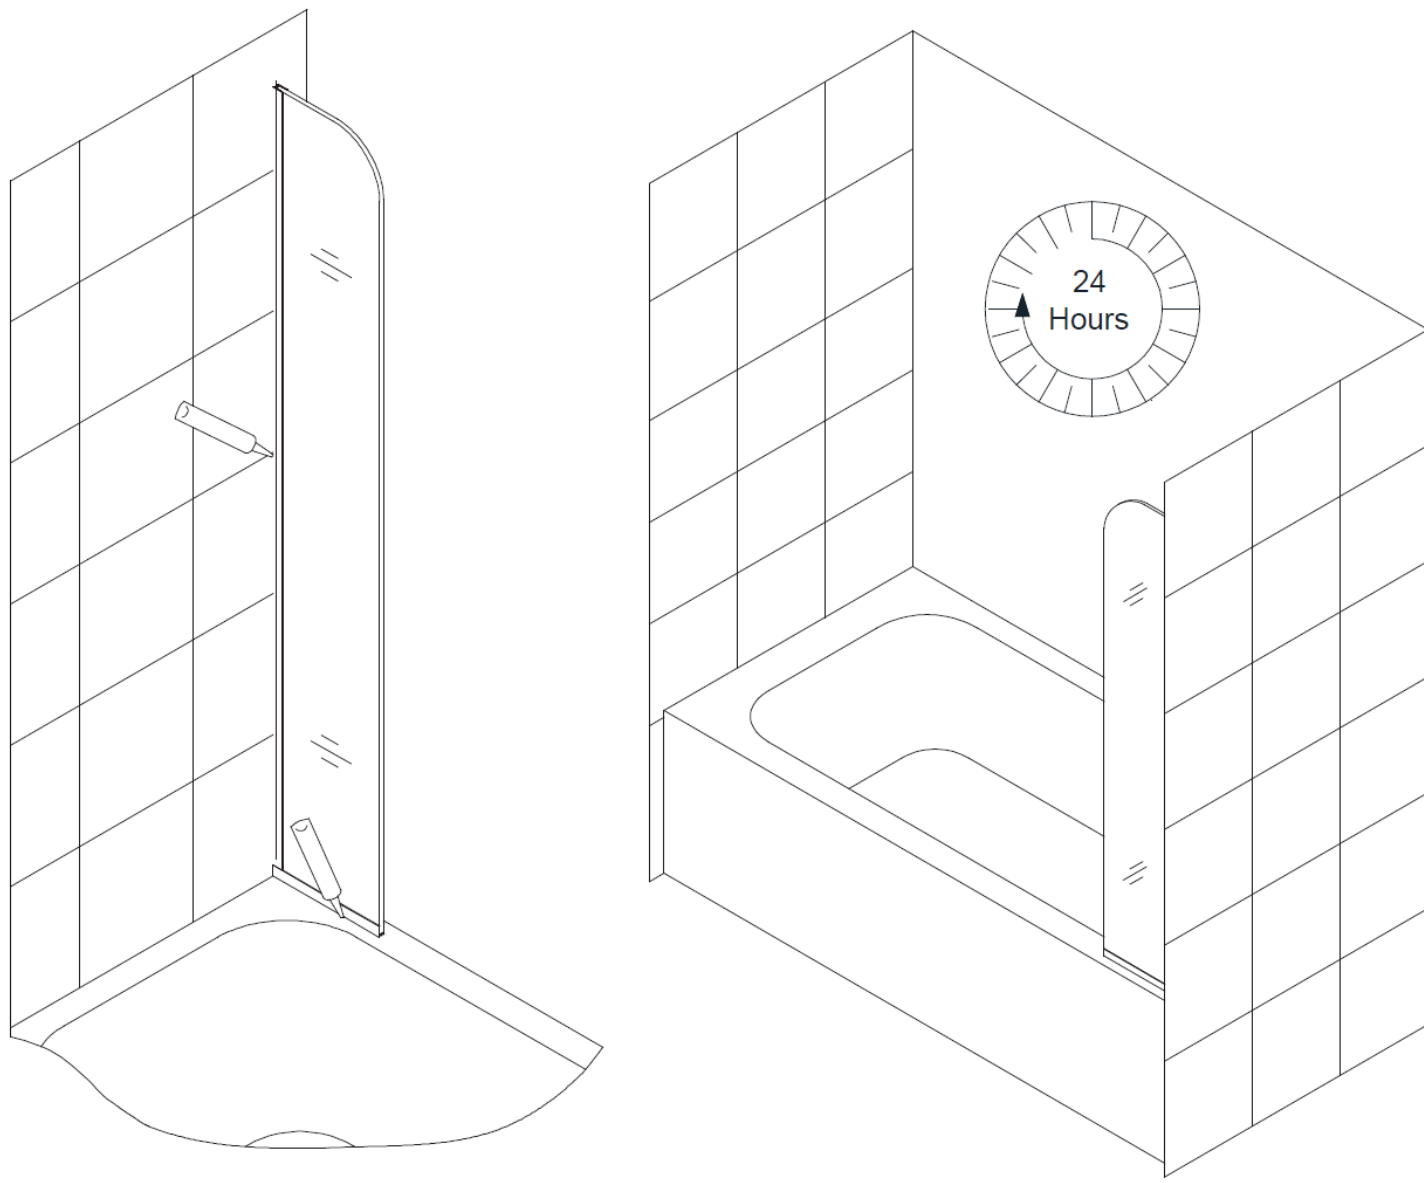

**Fig. 6**
**REMARQUE** : Si vous avez du mal à faire glisser le **panneau d'extension vitré (N° 03)** dans les profilés en U, vous pouvez utiliser un petit bloc de bois et un maillet en caoutchouc pour taper légèrement sur l'extension vitrée jusqu'à ce que la vitre soit bien en place dans le profilé en U. Appliquez un peu de silicone aux deux extrémités apparentes des profilés en U. (**Fig. 6**)